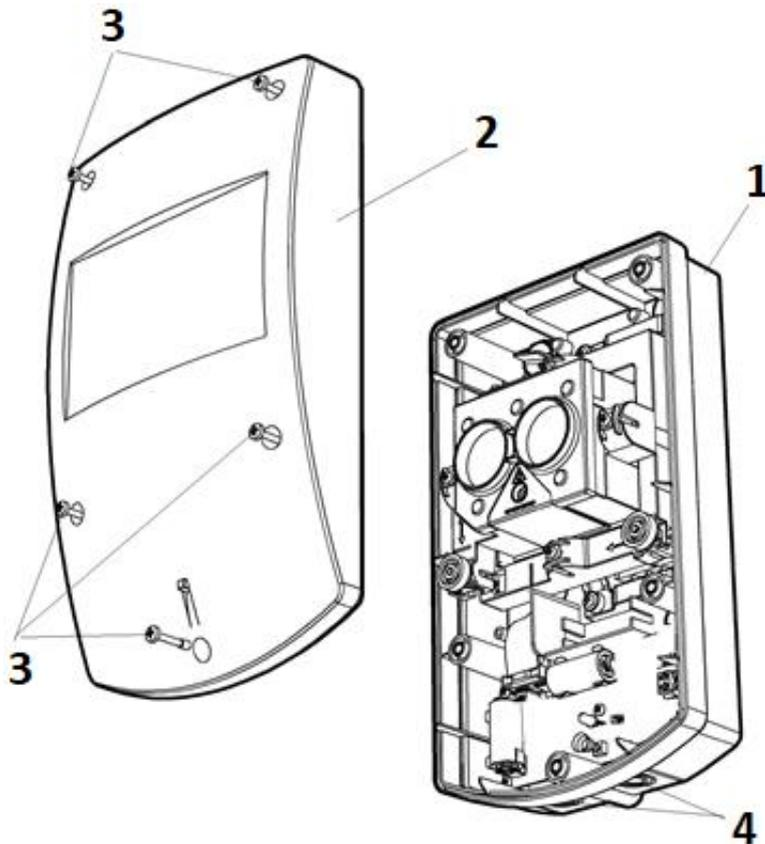
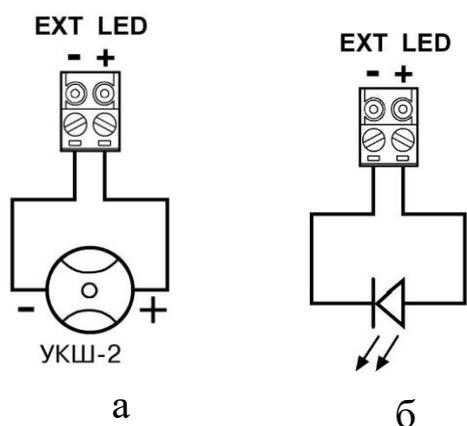
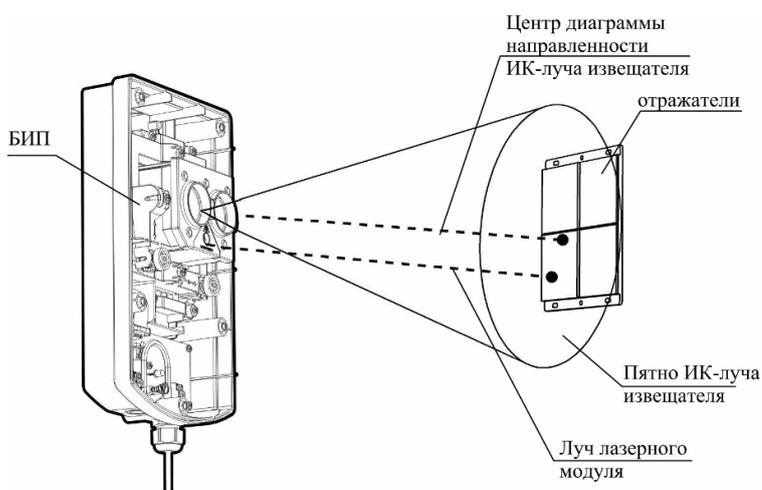

Рис.1
Рис. 4
Рис. 5
Вид БИП со снятой крышкой показан на рис.1:
- изъять (временно) заглушки для крепления корпуса (9, рис.1);
- закрепить основание (1, рис.1);
- при использовании внешнего индикатора подсоединить провод с индикатором (с соблюдением полярности) к разъему EXT LED (15, рис.1) через герметичный ввод, установленный в выламываемое отверстие (4, рис.1).
При использовании внешнего индикатора подсоединить провод с индикатором (с соблюдением полярности) к разъему EXT LED (15, рис.1) через герметичный ввод, установленный в выламываемое отверстие (4, рис.1). В качестве внешнего индикатора возможно использовать "УКШ-2" (рис. 4а), либо другой световой индикатор, например светодиод (рис. 4б).
6.2. Для включения лазерного модуля необходимо перевести переключатель "LASER" (13 рис.1) в положение ON. Процесс настройки сводится к совмещению пятна луча лазерного модуля с отражателями (см. рис.5) с помощью ручек юстировки оптической системы по углу горизонтали (6 рис.1) и вертикали (7 рис.1).
6.4. Для перехода в рабочий режим необходимо перевести переключатель "LASER" (10 рис. 1) в положение, обратное ON. Должен загореться зеленый СДИ на время 10с. Необходимо закрыть крышку БИП пока горит зелёный СДИ.